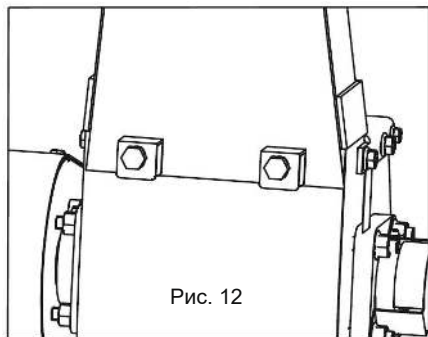

Рис. 12
2. Проверьте нижнюю сторону разгрузочного желоба (15): два отверстия должны совпасть с отверстиями в раме (рис. 12).